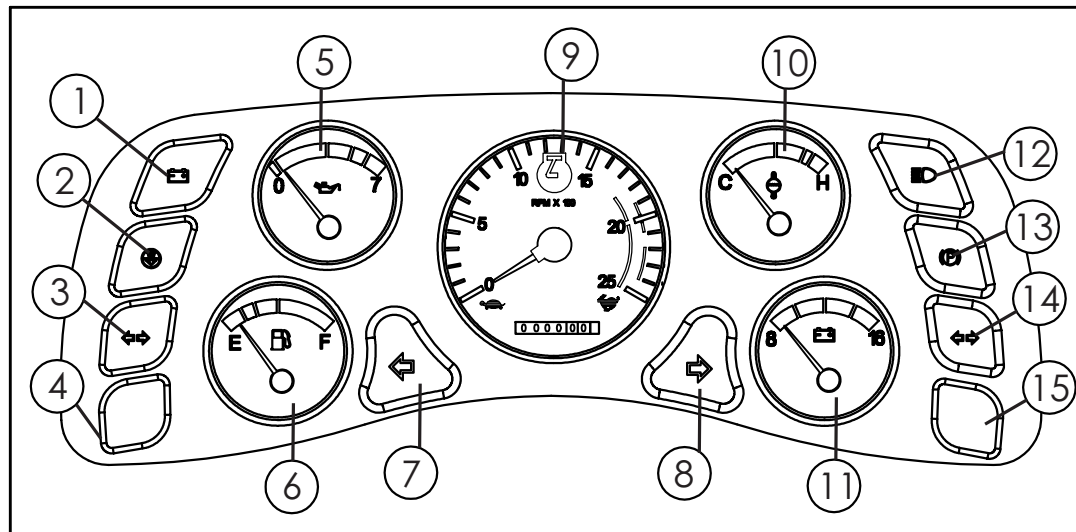

Fig. 3-4 Instrument Tabla
3.2 Instrument tabla- Svetla upozorenja (Fig.3-4)